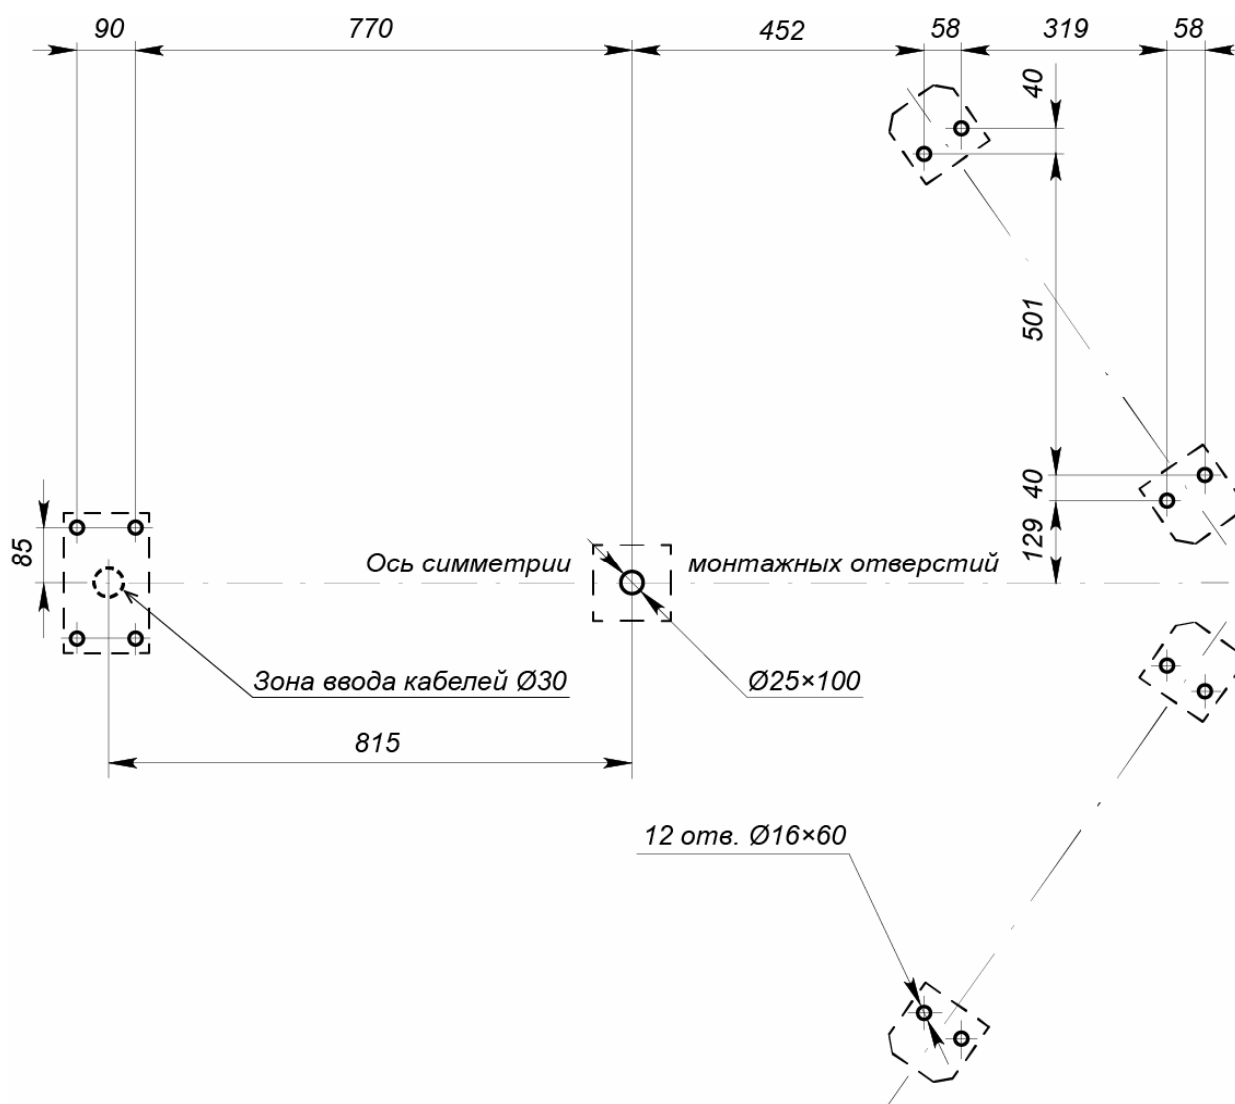
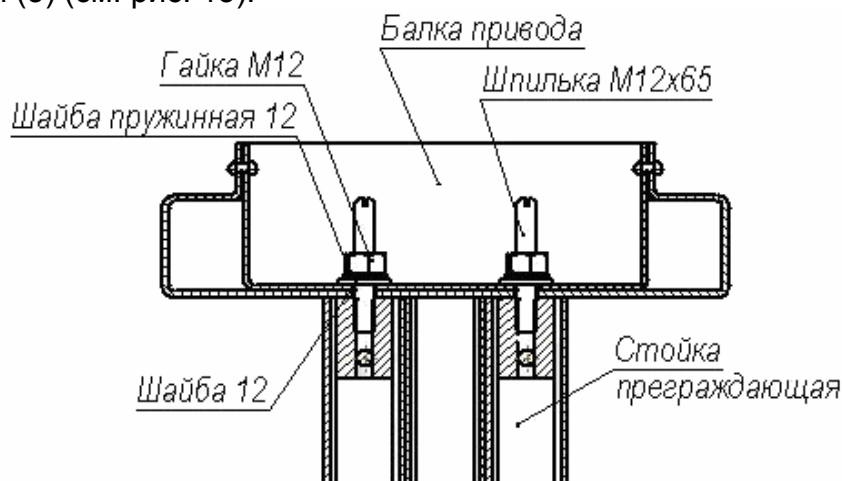
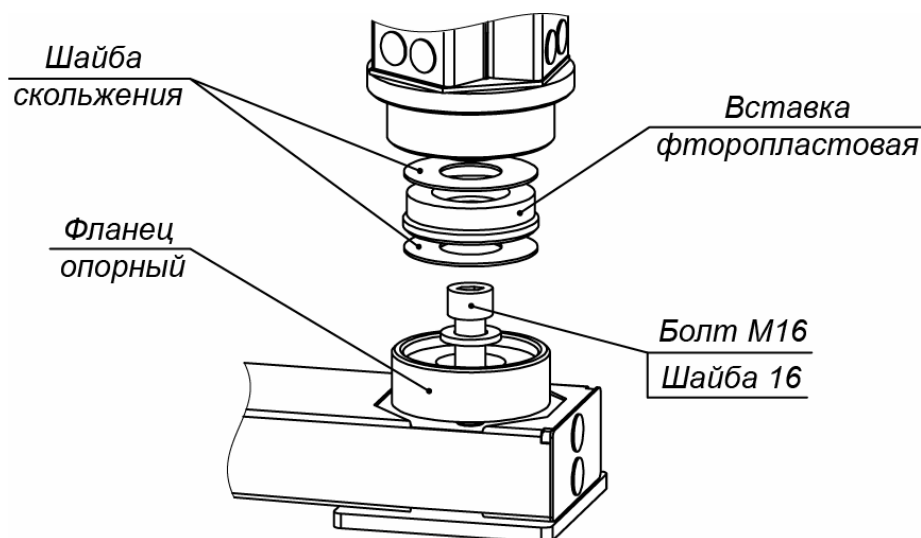

Рисунок 12. Схема разметки для установки турникета
Рисунок 13. Крепление балки привода к стойке с преграждающими планками
Рисунок 15. Нижний узел вращения ротора
1. Произведите монтаж ИП турникета и при необходимости ИП ЛПП на отведенных для них местах и подключите к ним соответственно кабели питания турникета¹ (13) и питания ЛПП¹ (16).
3. Выполните на установочной поверхности разметку отверстий для монтажа турникета. Используйте шаблон из комплекта поставки, но затем обязательно проверьте истинность расстояний в соответствии с рис. 12.
5. Произведите разделку отверстий и кабельных каналов. Проложите в кабельных каналах необходимые кабели питания (13, 16), устройства *Fire Alarm* (14), ПДУ (15) и дополнительного оборудования, концы кабелей выведите к зоне ввода кабелей в турникет (см. рис. 12).
- Установите секции (6) формователя прохода на установочную поверхность, ориентируя отверстия в опорных фланцах по расположению анкеров. При этом левая и правая секции должны быть правильно выставлены и сориентированы: блоки индикации (11) формователей должны быть развернуты от оси симметрии (см. рис. 12).
9. Распакуйте и установите стойку с преграждающими планками (5) (ящик №4, работайте вдвоем!):
- Вверните две шпильки М12×65 в верхнюю часть стойки с преграждающими планками (5) (см. рис. 13).
- Положите стойку с преграждающими планками на установочную поверхность таким образом, чтобы фланец находился рядом с зоной А (рис. 12). Затем, используя монтажную проволоку, протяните кабели питания турникета (13), питания подсветки прохода (16) и кабели управления через нижнее отверстие в стойке с преграждающими планками со стороны фланца вверх по стойке до выхода из ее верхнего отверстия. Отрегулируйте длину концов кабелей на выходе из верхнего отверстия, которая должна составлять не менее 1 м.
- Установите стойку с преграждающими планками на отверстия с анкерами в установочной поверхности вдоль оси симметрии, при этом фланец должен встать на зону ввода кабелей, а место нижнего узла вращения (3) – на отверстие с анкером М16 (см. рис. 12). Вставьте на место опорный фланец нижнего узла вращения (см. рис. 15).
- Закрепите стойку с преграждающими планками с помощью четырех анкерных болтов М10 и одного М16 (см. рис. 15), при этом усилие затяжки болтов должно быть предварительным, обеспечивающим возможность регулировки ее отклонения от вертикали.
10. Из ящика №5 распакуйте и установите лист (7) сверху на формователь прохода (работайте вдвоем!):
- Сориентируйте лист (7) так, чтобы две шпильки, установленные в секциях, прошли через него, а две грани листа, вдоль каждой из которых расположен ряд из четырех отверстий, имеющих с нижней стороны листа выборку большего диаметра, находились бы над секциями.
- Аккуратно удерживая лист на весу, протяните кабели от блоков индикации (12) от левой и правой секции формователя прохода через соответствующие отверстия в листе. Окончательно установите лист на место, будьте внимательны, не повредите кабели! Обратите внимание на то, чтобы установленные на секциях резьбовые втулки вошли в отверстия в листе, обеспечивая плотное прилегание листа к поверхностям секций.
- Наденьте на две шпильки, расположенные на стойке с преграждающими планками, шайбы 12, затем шайбы пружинные 12 и две гайки М12 (см. рис. 13).
12. Соберите ротор (1) (работайте вдвоем!):
- Соберите нижний узел вращения (3) ротора в стойке с преграждающими планками (5) (см. рис. 15). Две шайбы скольжения и находящаяся между ними фторопластовая вставка должны лежать в узле без перекосов, опираясь на всю опорную поверхность, симметрично относительно оси ротора (верхняя шайба скольжения приклеена к валу ротора). При этом гладкие поверхности шайб скольжения должны быть ориентированы на вставку. Допускается применение на поверхностях скольжения смазки типа ШРУС-4.